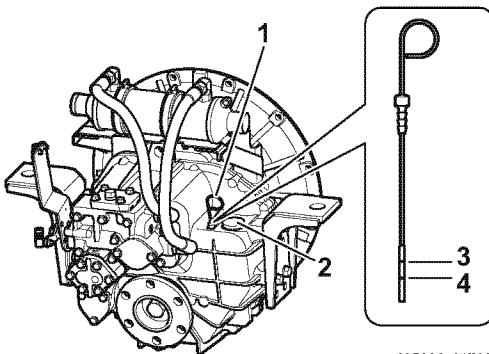

Figure 8
- Togliere il tappo del bocchettone di riempimento (**Figure 8, (2)**) in cima all'alloggiamento.
3. Rimuovere l'asta di livello dell'olio (**Figure 8, (1)**) e pulirla con un panno pulito.
5. Estrarre l'astina di controllo. Il livello dell'olio deve essere compreso tra la tacca superiore (**Figure 8, (3)**) e la tacca inferiore (**Figure 8, (4)**) dell'asta di livello.
2. Togliere il tappo del bocchettone di riempimento (**Figure 8, (2)**) in cima all'alloggiamento.
3. Riempire di olio fino al limite superiore (**Figure 8, (3)**) dell'asta di livello.